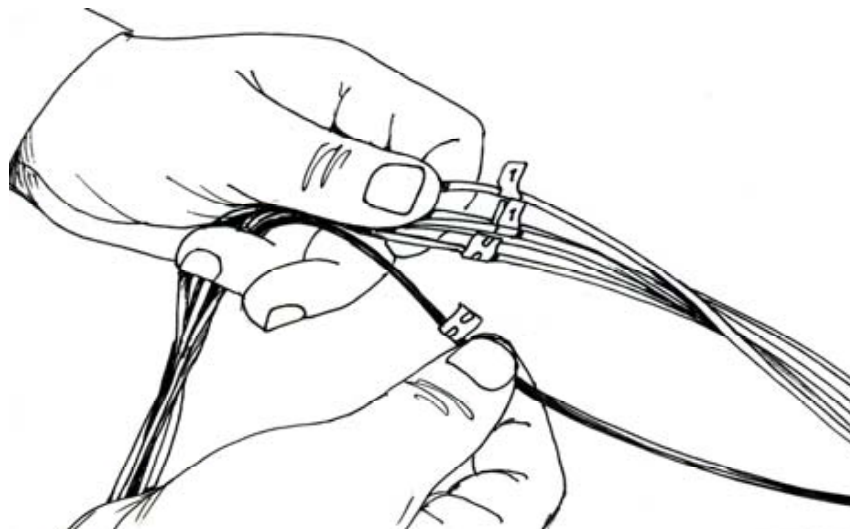

Рис. 3.7. Маркировка модулей
3.1.7. Производят маркировку модулей, для этого используют самоклеющиеся маркеры, входящие в комплект для монтажа кабеля (Рис. 3.7). Вслед за модулями маркируют на концах оптические волокна. Маркировка оптических волокон должна соответствовать маркировке модулей.